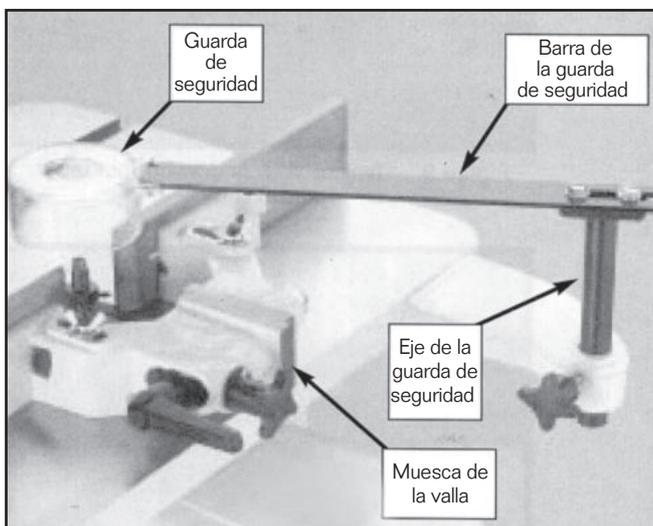

Figura 6. Ensamblaje de la guarda y valla
1. Conecte la barra de la guarda al eje de seguridad de la guarda con los 2 tornillos M8-1.25 x 12 y las roldanas planas de 8mm. Vea la Figura 6.
2. Conecte la guarda de seguridad a la barra de seguridad de la guarda con los 2 tornillos de cabeza M4-0.7 x 12 y las tuercas M4-0.7. Vea la Figura 6
3. Coloque la barra de extensión y la guarda de seguridad en la muesca de la valla principal y coloque la manija de seguridad -T. Vea la Figura 6.